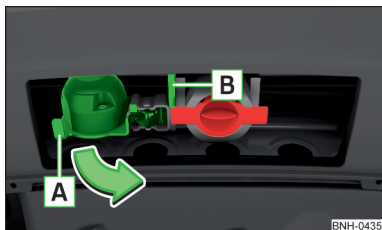

Fig. 140
- ▶ Apucați prizei cu 13 pini **[A]** de mâner și rabatați-o în afară, în sensul săgeții » fig. 140.